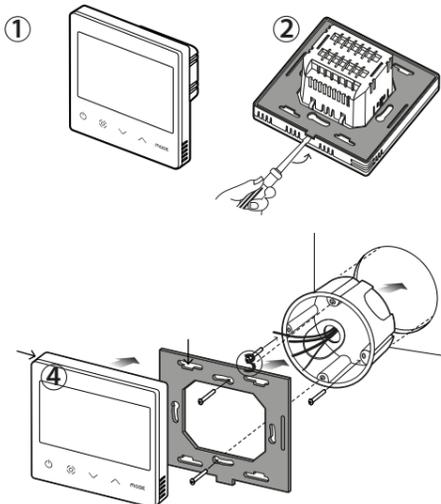

Fig. 2
- collegare saldamente i fili in base allo schema analogamente al montaggio di Fig.2.